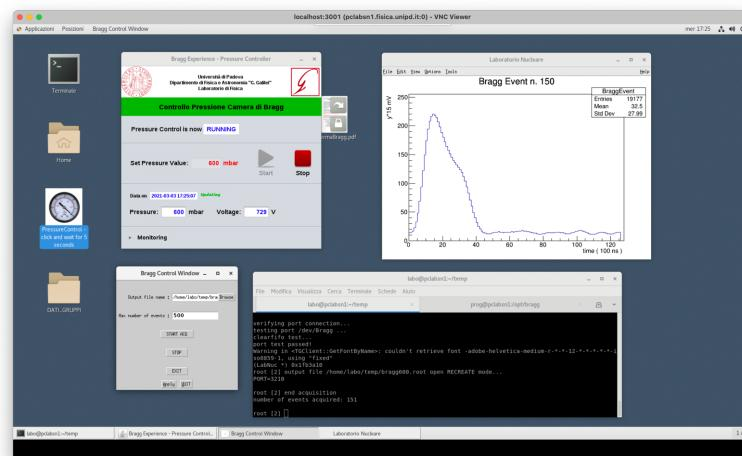

Figura 3: esempio di sessione di lavoro su un PC del laboratorio
- o posizionare le finestre in modo da averle tutte accessibili tipo in figura 3